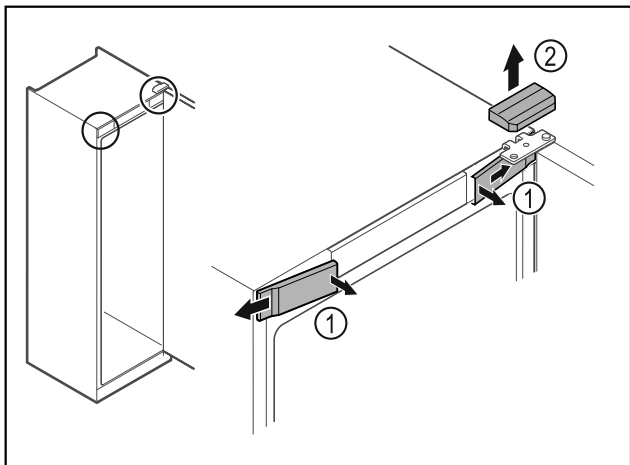

Fig. 8
- ▶ Откопчайте предните капаци Fig. 8 (1) отвътре и свалете настрани.
- ▶ Свалете горния капак Fig. 8 (2) нагоре.